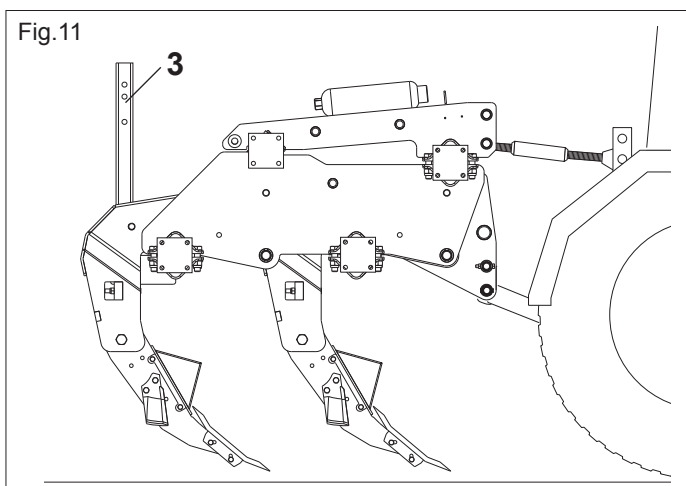

Fig.11
- 5) Die Stützeinrichtungen wie in Fig. 11 (3) angezeigt hochheben.